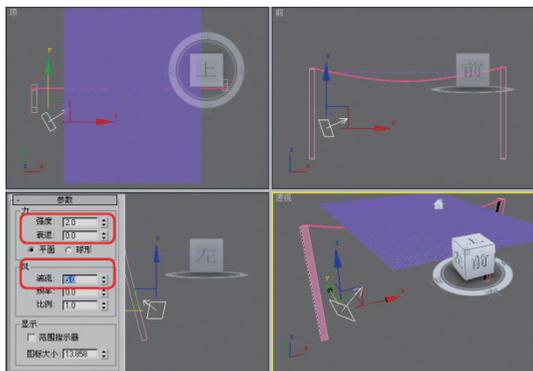

图9-84 修改参数设置
**03** 切换到修改面板，按照图9-84所示的参数修改一下其设置。